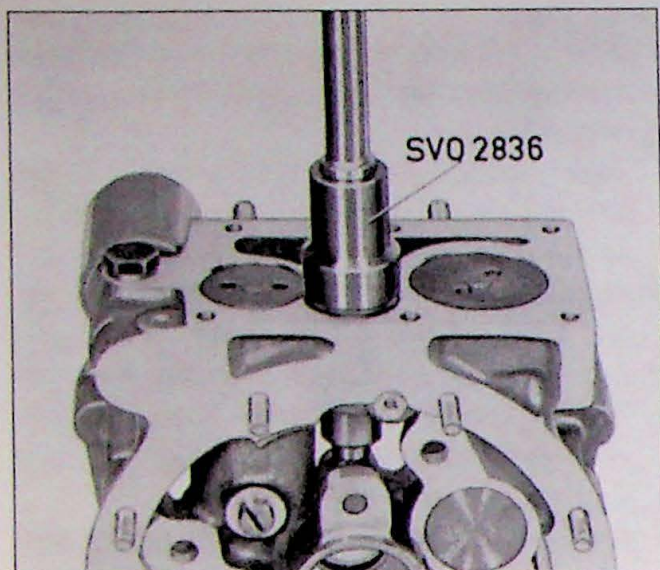
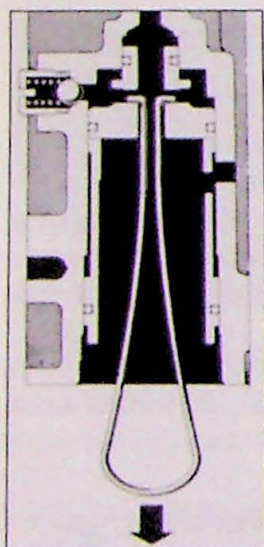

Fig. 7.24. Verwijderen van de plug
Fig. 7.25. Verwijderen van het reduceerventiel
2. Maak de plug onder het reduceerventiel los met werktuig SVO 2836 (Fig. 7.24). Verwijder de grote zuiger, de veer en de veerhouder, gevolgd door de lagedrukveer. Verwijder hierna de kleine zuiger met veer en veerhouder, de cilinder en het sluitplaatje. Gebruik een tang met smalle bekken voor de zuigereenheid en een haak zoals in Fig. 7.25 voor de cilinder en het plaatje.
2. Maak de plug los met sleutel SVO 2836 (Fig. 7.24). Verwijder de veer, kogel en klepzitting.